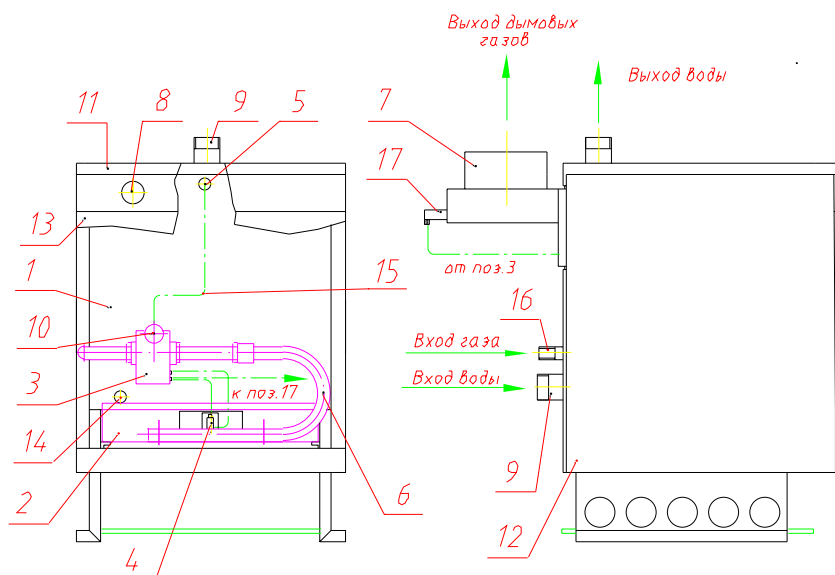

Рисунок 1
Устройство котла представлено на Рис.1. Габаритные и присоединительные размеры даны на Рис.2.
Съёмная панель (15, рис.1) обеспечивает доступ к блоку управления САБК-М (3), на котором расположена ручка регулирования температуры воды (РТВ) на выходе котла (11).